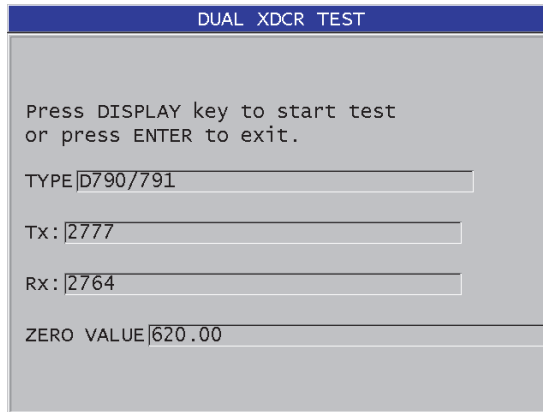

Figura 15-3 Pantalla DUAL XDCR TEST
7. Si el parámetro **DUAL XDCR TEST** es seleccionado, en la pantalla **DUAL XDCR TEST** (ver Figura 15-3 en la página 310):